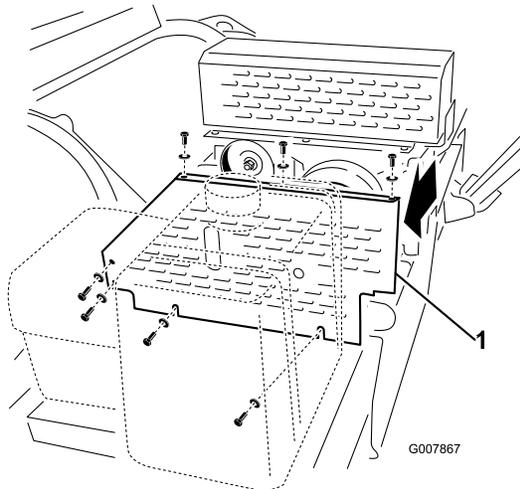

図 54
1. ベルト・カバー（図 54）を取り外す。
2. アイドラ・プーリのナットをゆるめる（図 54）。
3. スタッドとアイドル・プーリとの間に、ベルト張り工具を入れる（図 54）。ベルト張り工具の片方の端をスタッドの下にあてがい、反対側の端をアイドル・プーリに載せる。
4. ベルト張り工具についている穴に、1/2 インチのトルク・レンチのソケットを入れる（図 54）。
5. 工具を左に回してトルクが 0.6 kg になるようにし、その位置でトルクを保持しながらアイドル・プーリのナットを締め付ける（図 54）。